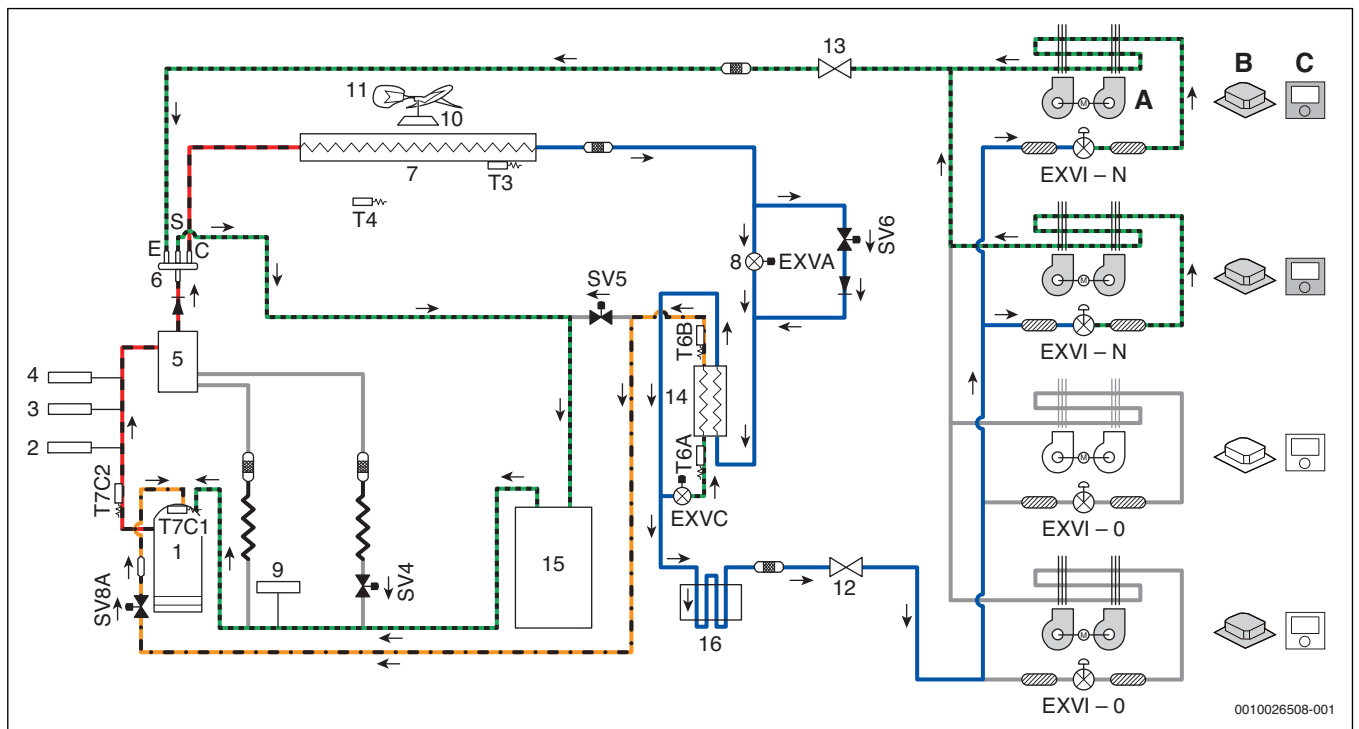

Рис. 10 Режим охлаждения
**Обозначения на рис. 10– 13:**